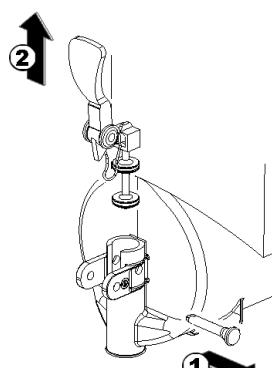

figure 10
5 Démonter le robinet selon la séquence indiquée (voir figure 10).
- 3 Remonter le robinet sur le réservoir en suivant la séquence effectuée pour le démontage en sens inverse (voir figure 10).